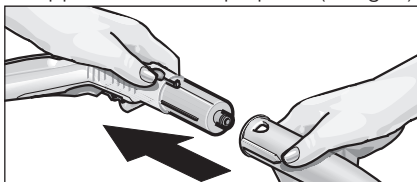

Fig. 2: Sette tilbehøret inn på damp pistolen
- Koble ønsket tilbehør (D1, E1, F1) til damp-pistolen (C1). Sett den rørformede enden på tilbehørsdelen på damp pistolen (C1). Skyv deretter tilbehørsdelen inn på damp pistolen til åpneknappen (C3) på damp pistolen klikker på plass (se fig. 2).